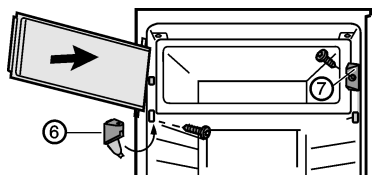

Fig. 3
- ▶ Verschlussstück Fig. 3 (7) montieren.
- ▶ Lagerbock Fig. 3 (6) montieren und Abdeckung zuklappen.